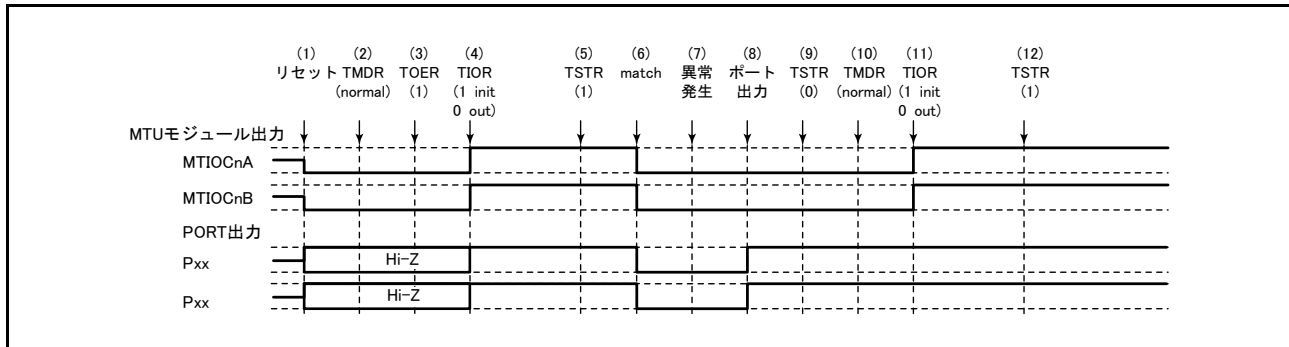

図 16.143 ノーマルモードで異常が発生し、ノーマルモードで復帰する場合
ノーマルモードで異常が発生し、再設定後ノーマルモードで再スタートする場合の説明図を図 16.143 に示します。
(1) ~ (9) は図 16.143 と共通です。
(10) PWM モード 1 を設定します。
(11) TIOR レジスタで端子を初期化してください (PWM モード 1 では MTIOcNB (MTIOcND) 端子に波形が出力されません。出力すべきレベルがある場合は、I/O ポートのデータディレクションレジスタ (DDR)、データレジスタ (DR) で汎用出力ポートの設定をしてください)。
(12) TSTR レジスタで再スタートします。
(10) PWM モード 2 を設定します。
(11) TIOR レジスタで端子を初期化してください (PWM モード 2 では周期レジスタの端子に波形が出力されません。出力すべきレベルがある場合は、I/O ポートのデータディレクションレジスタ (DDR)、データレジスタ (DR) で汎用出力ポートの設定をしてください)。
- (1) ~ (9) は図 16.143 と共通です。
- (10) 位相計数モードを設定します。
- (11) TIOR レジスタで端子を初期化してください。
- (12) TSTR レジスタで再スタートします。
- (10) TIOR レジスタでノーマルモードの波形生成部を初期化してください。
- (11) TIOR レジスタでノーマルモードの波形生成部の動作を禁止してください。
- (12) TOERA レジスタで MTU3、4 の出力を禁止してください。
- (13) TOCR1A、TOCR2A レジスタで相補 PWM の出力レベルと周期出力の許可禁止を選択してください。
- (14) 相補 PWM を設定します。
- (15) TOERA レジスタで MTU3、4 の出力を許可してください。
- (16) TSTR レジスタで再スタートします。
(1) ~ (12) は図 16.143 と共通です。
(13) TOCR1A、TOCR2A レジスタでリセット同期 PWM の出力レベルと周期出力の許可禁止を選択してください。
(14) リセット同期 PWM を設定します。
(15) TOERA レジスタで MTU3、4 の出力を許可してください。
(16) TSTRA レジスタで再スタートします。